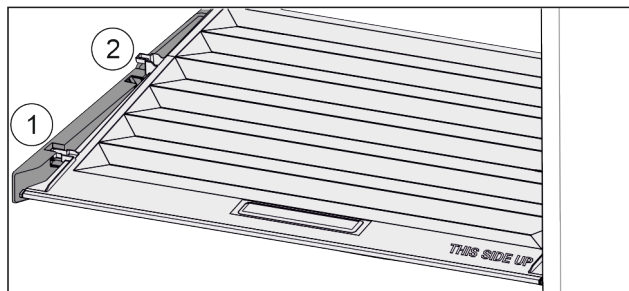

Fig. 48
- ▶ Pokrywę pociągnąć do przodu Fig. 48 (1), aż otworzy się w elementach trzymających.
- ▶ Podnieść tył od dołu i wyciągnąć Fig. 48 (2) go do góry.